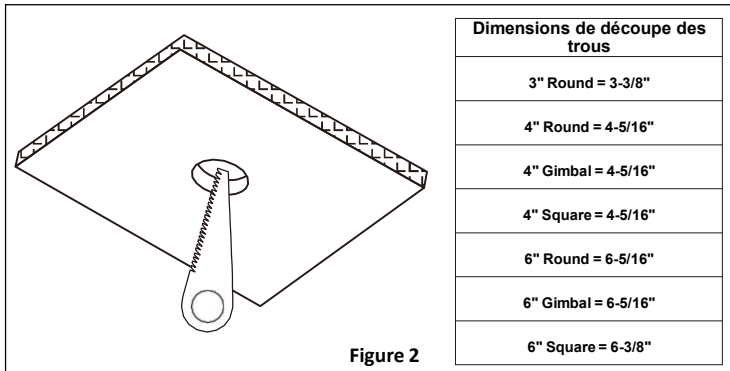

Figure 2
- Placez le gabarit de taille découpé inclus sur l'emplacement souhaité et tracez le trou sur le plafond avec un stylo ou un crayon (non inclus). **Reportez-vous à la figure 2.**